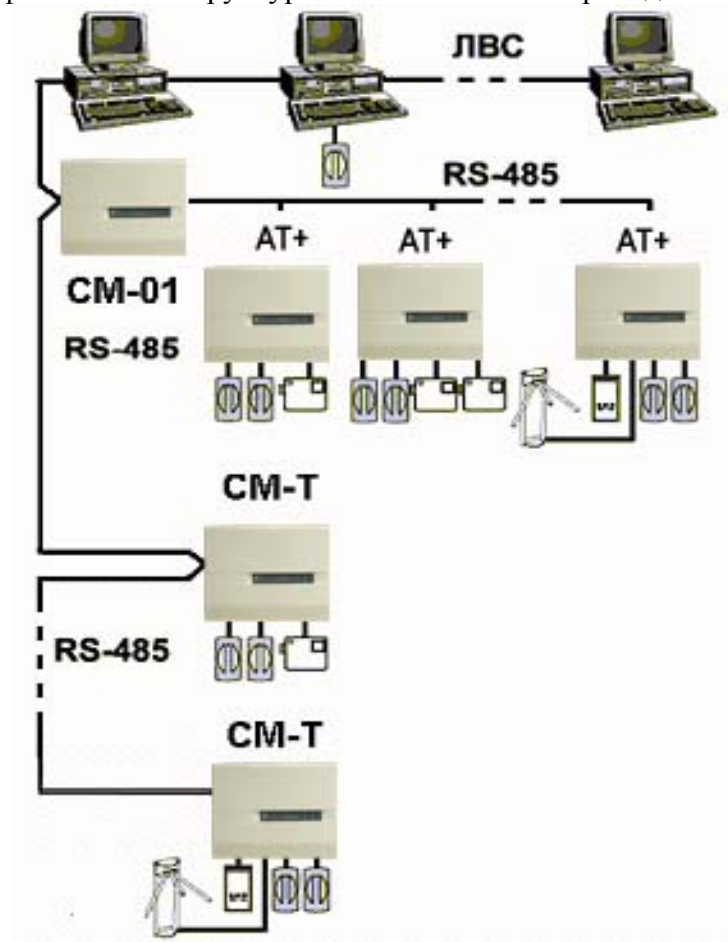

Рисунок 4.1: Объединение контроллеров СКУД "Кронверк" в единую сеть.
- 4.1 Контроллеры функционируют в составе СКУД "Кронверк", работающую под управлением ПО "Кронверк-Профессионал". Структурная схема системы приведена на рисунок 4.1.